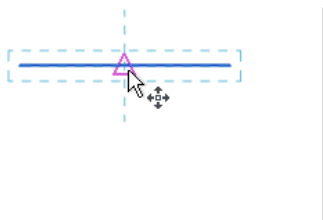

图 2-38 指定起点
- (3) 单击图元上的点作为复制的起点，如图 2-38 所示。